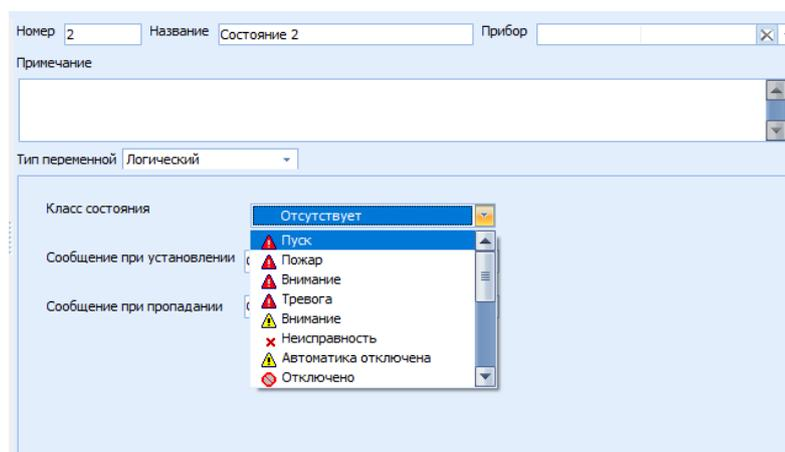

Рисунок 8.2 – Классы виртуальных состояний
- выбрать из раскрывающегося списка Класс состояния и Прибор, к которому относится добавленное виртуальное состояние (рисунок 8.2). Классы состояний пока носят информативный характер и не используется в приборе. Классы состояний описаны в таблице 18.1.